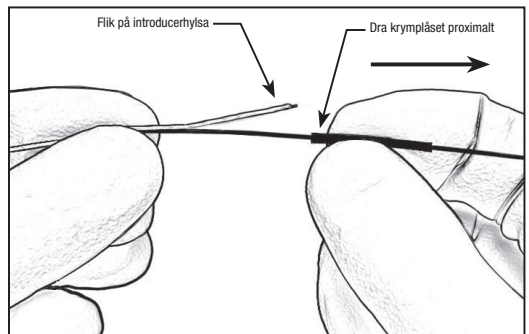

Figur 2 – AZUR-avskiljningsstyrenheten
14. Ta bort den proximala änden av införaren från förpackningsgöglan innan enheten används. Var försiktig så att inte den här änden av införaren kontamineras med främmande ämnen, t.ex. blod eller kontrastmedel. För stadig införarens proximala ände i trattdelen på AZUR-avskiljningsstyrenheten. Se figur 2. **Tryck inte på avskiljningsknappen den här gången.**
35. Anslut införarens proximala ände till AZUR-avskiljningsstyrenheten genom att stadigt föra in införarens proximala ände i traddelen på AZUR-avskiljningsstyrenheten. Se figur 2.